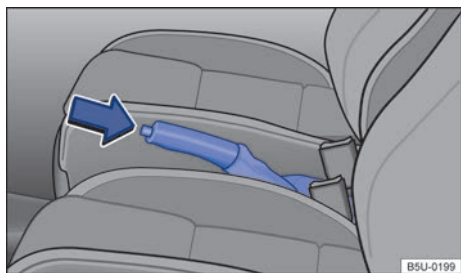

Fig. 108 Entre los asientos delanteros: freno de estacionamiento.
- Tirar de la palanca del freno de estacionamiento un poco hacia arriba y presionar la tecla de bloqueo ⇒ **fig. 108** (flecha).